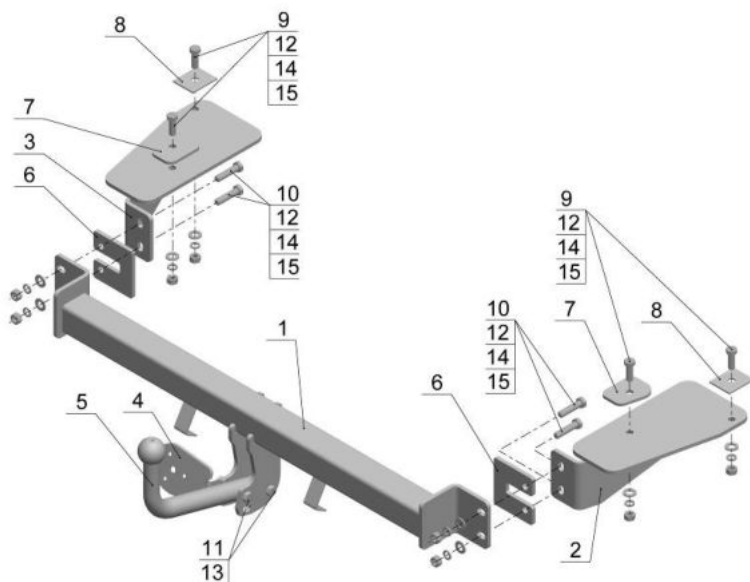

Рис.1.
- Установить ТСУ (рис.1) на автомобиль, используя проставки (поз. 6) и зафиксировать его с помощью крепежных элементов (поз.10,12,14,15);